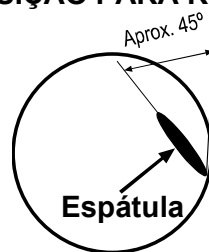

Fig. 2
8. Quando terminar a mistura (uns segundos), apanha a mistura de alginato depositada sobre a parede interior da taça, levando o canto da espátula desde o fundo até ao borde superior da taça (Fig. 2).